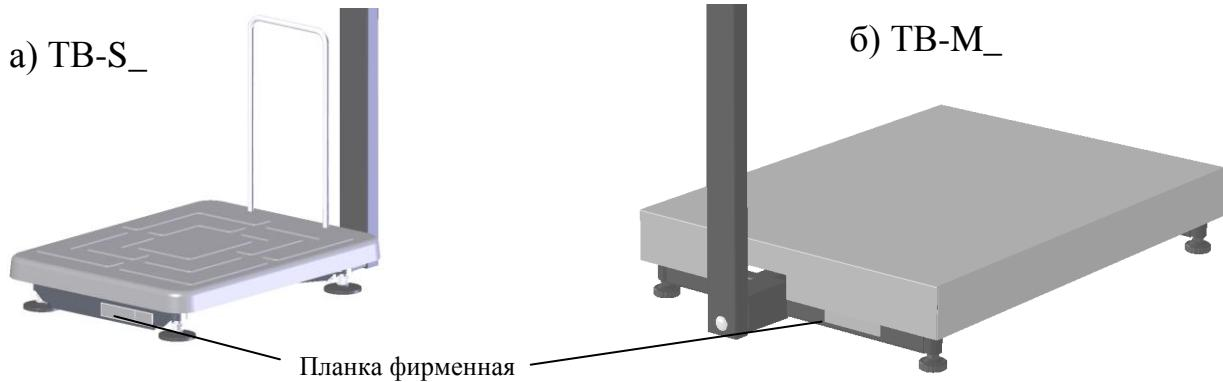

Рис. 15.2- Местоположение планки
- нанести на планку весов (Рис. 15.1, Рис. 15.2) оттиск поверительного клейма.